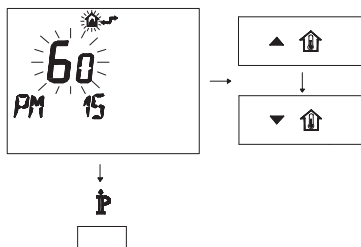

Figura 5.29
- Modificare il SET programmato agendo sui pulsanti **▲** o **▼** fino a visualizzare un **set di 60**, aspettare che il numero programmato cominci a lampeggiare (Figura 5.29).